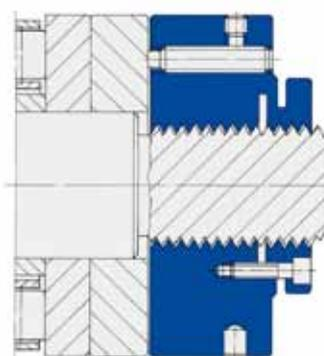

Fig. 6
5. 接触座面に対してセットスクリーウを徐々に対角的に締め付けてください。再度それらを緩め最終的に規定のトルクMDで締め付けます。(Fig.6)この繰り返し行程は各部接触面(ねじフランク、座面)の初期馴染みの高進に役立ちます。